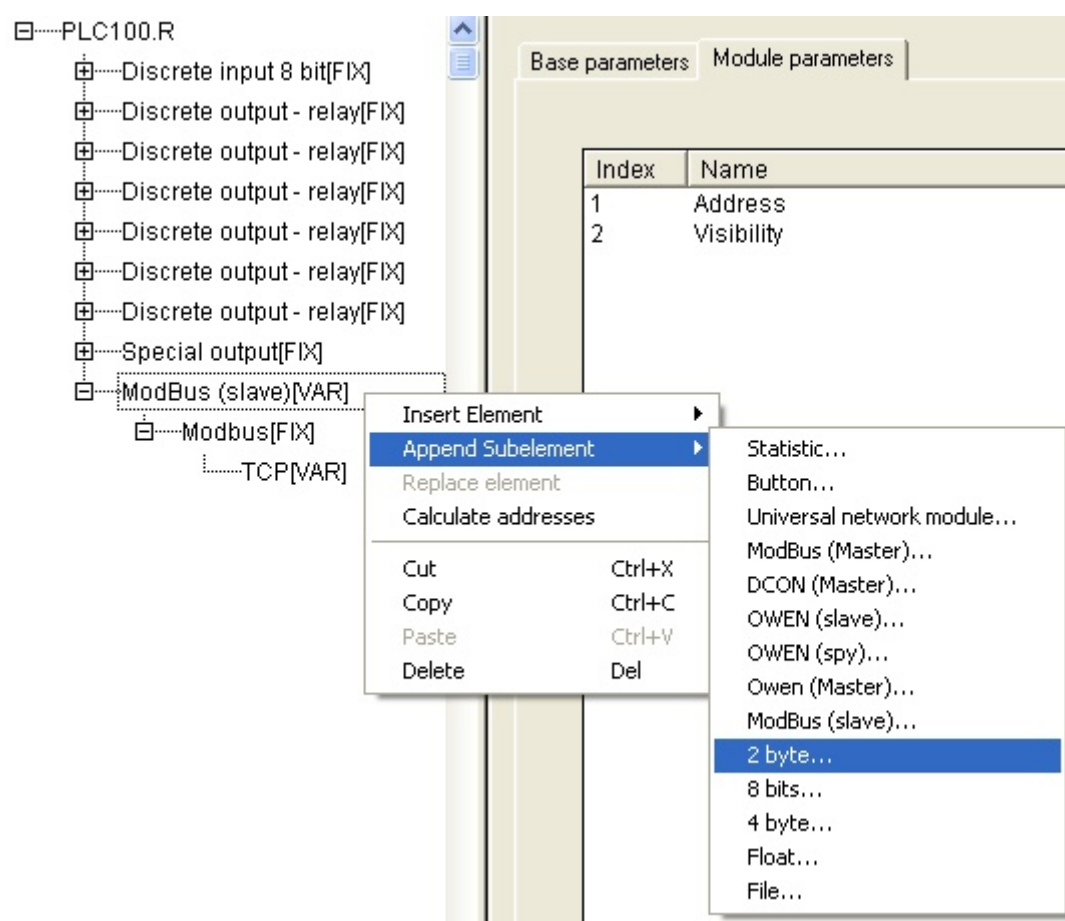

Рис.1.3
4) Добавить переменные, значения которых будут передаваться по «TCP»(Рис.1.3).